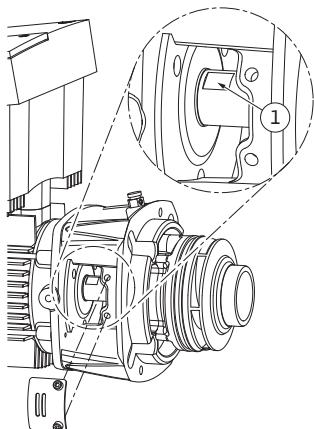

Fig. 47: Поверхности под ключ на валу
14. Отвернуть два неснимаемых винта (рис. 47, поз. 1) и снять щиток (рис. 47, поз. 2).
15. В окно промежуточного корпуса ввести гаечный ключ (optimalnyy razmer: 22) и зафиксировать им вал на соответствующих поверхностях (рис. 47, поз. 3). Открутить гайку рабочего колеса (рис. 6, поз. 15). Рабочее колесо (рис. 6, поз. 16) автоматически снимается с вала.
- 24. При монтаже рабочего колеса в окно промежуточного корпуса ввести гаечный ключ (оптимальный размер: 22) и зафиксировать им вал на соответствующих поверхностях (рис. 47, поз. 3).
30. Убрать гаечный ключ и установить щиток (рис. 47, поз. 2) на прежнее место.